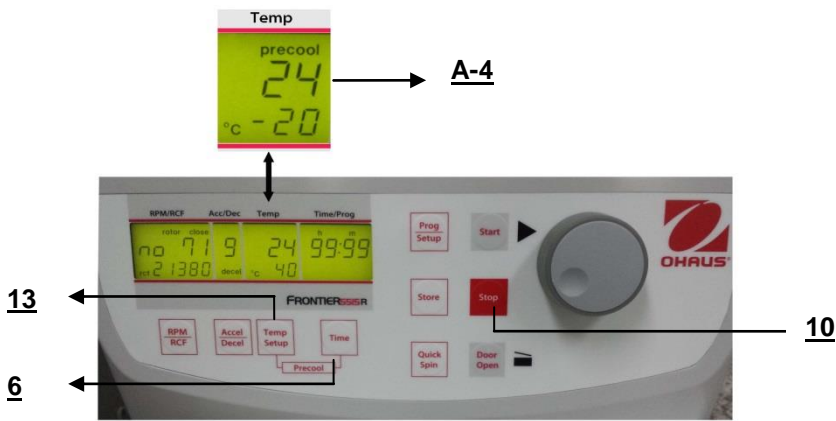

Figure. 20
Si les échantillons sont sensibles à la température, il est utile de pré-refroidir la centrifugeuse, le rotor et finalement les godets à la température requise de fonctionnement. Pour ce faire, insérer le rotor retenu et prédéfinir la température correspondante. En appuyant simultanément sur les touches "Temp/Setup" (13) (voir la figure 20) et "Time" (6), l'utilisateur démarrera une centrifugation. Pendant le fonctionnement, l'unité choisit automatiquement une vitesse de rotation équivalente à 20 % de celle autorisée du rotor inséré. Après avoir atteint la température prédéfinie, il est possible de quitter le pré-refroidissement avec la touche "Stop" (10). En fonction du rotor inséré, le pré-refroidissement dure environ de 10 à 20 minutes.